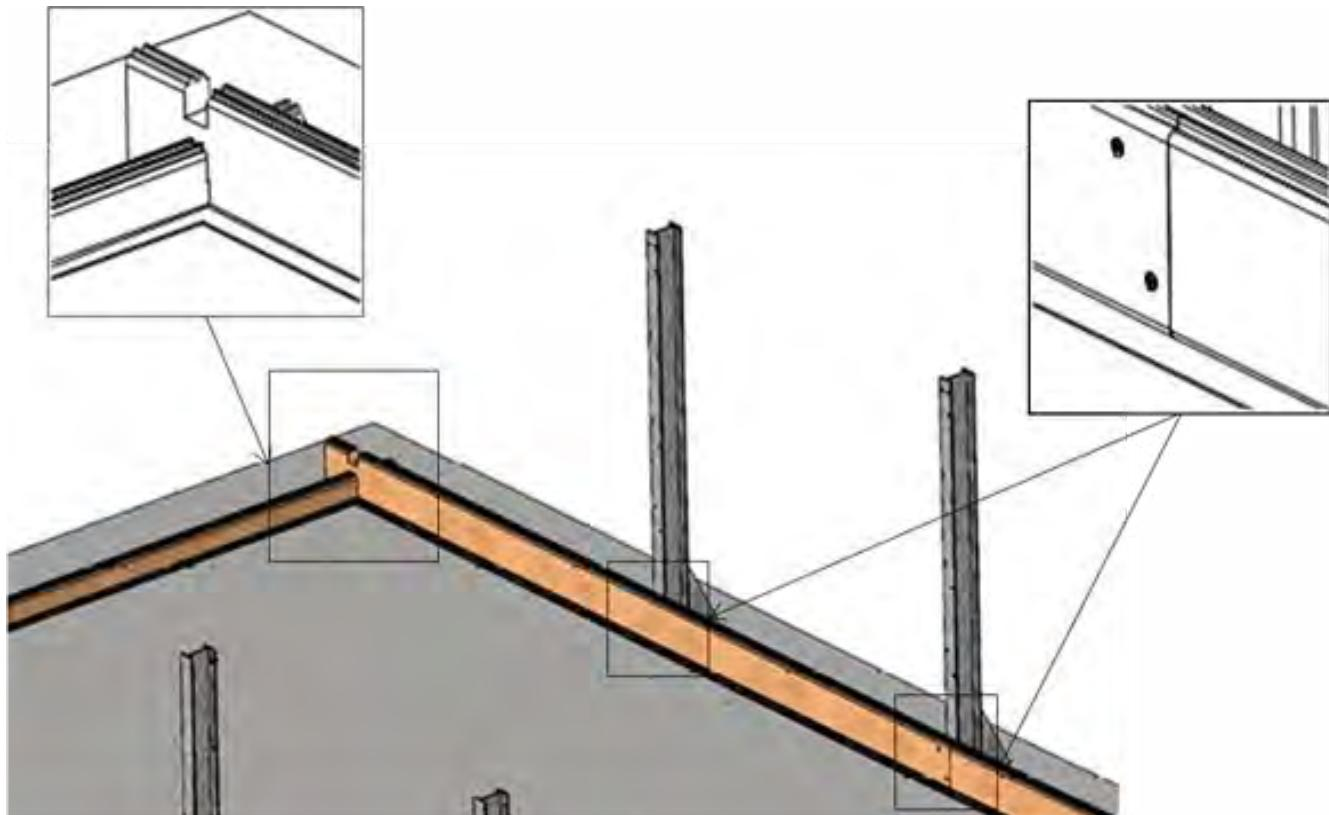

Figura 12 –
- riferito a *Figura 12*, avvitare le lamelle tra loro utilizzando 2 viti per coppia di lamelle in ciascuna delle 10 file, ovvero 160 viti a testa svasata 5×40 A4 SS torx filettate oltre 25 mm (sacchetto C);